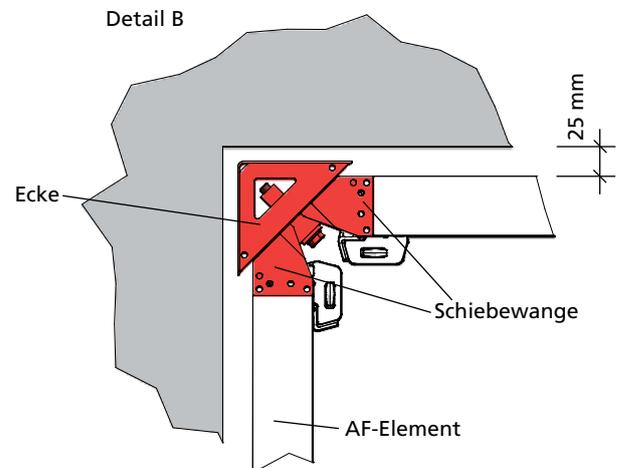

Abb. 23.4
- bei Eckhöhe 150 cm die 3 Sechskantschrauben M16 mit einem Schrauben-/Ringschlüssel SW24 gedreht (Abb. AF-22.2). Die Schiebewangen und die daran mit EA-Schalschlössern befestigten Elemente bewegen sich ca. 25 mm nach innen (Abb. 23.4 B).